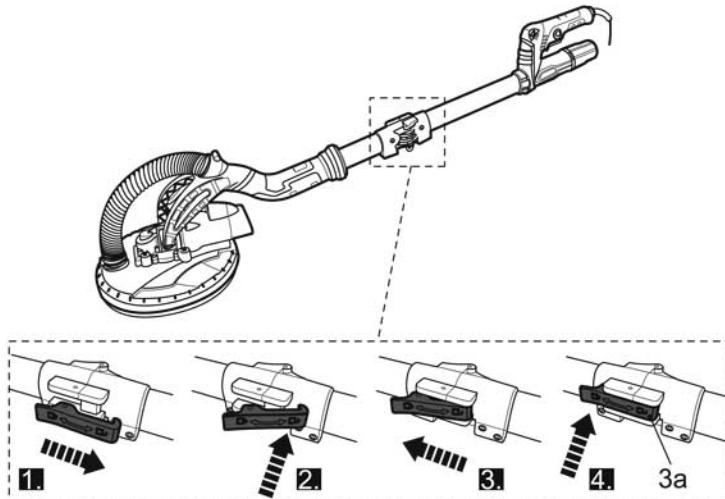

Рис. 2
- > Закрепите соединение при помощи фиксатора (3а) (Рис. 2).